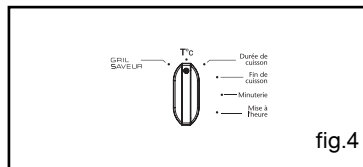

fig.4
Après avoir réglé l'heure, positionnez le sélecteur de programme sur T°C (fig.4).
- 0:00 clignote (fig.4).